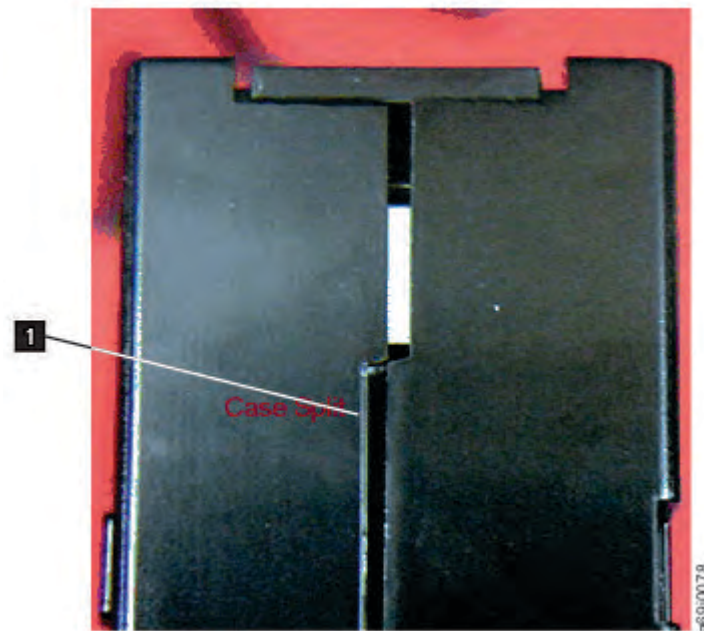
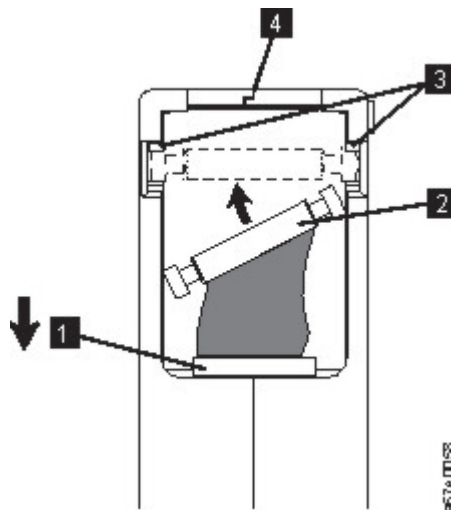

Figura 101. Verifica della presenza di spazi vuoti nelle cuciture di una cartuccia
Figure 103. Placing the dislodged leader pin into the correct position
- Esaminare la parte posteriore della cartuccia (la parte che viene caricata per prima nel vano di caricamento del nastro) e assicurarsi che non vi siano spazi vuoti nella cucitura del contenitore della cartuccia (consultare **1** in Figura 101 a pagina 222 e **4** in Figure 103 a pagina 224). Se vi sono delle interruzioni nella cucitura (consultare Figura 101 a pagina 222), è possibile che il perno guida sia staccato. Andare a “Repositioning or reattaching a leader pin” a pagina 223.
1. Slide open the cartridge door (1 in Figure 103 on page 224) and locate the leader pin (2) (you might need to shake the cartridge gently to roll the pin toward the door).
2. With plastic or blunt-end tweezers, grasp the leader pin and position it in the pin-retaining spring clips (3).